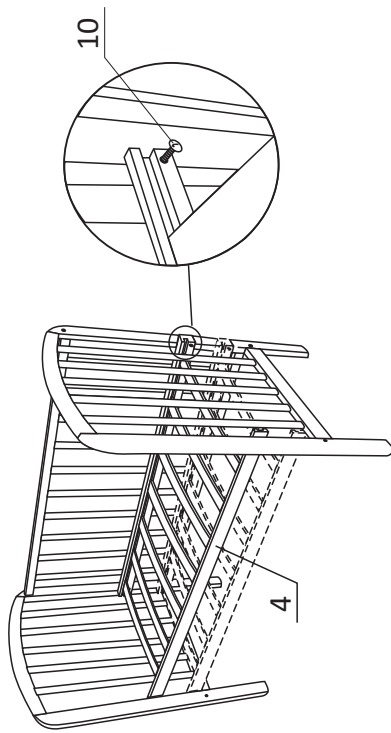

Рисунок 2
3. Установить дно (4) на винты (10) (см. рис.2) . Дно кровати имеет возможность установки в два положения по высоте от пола.